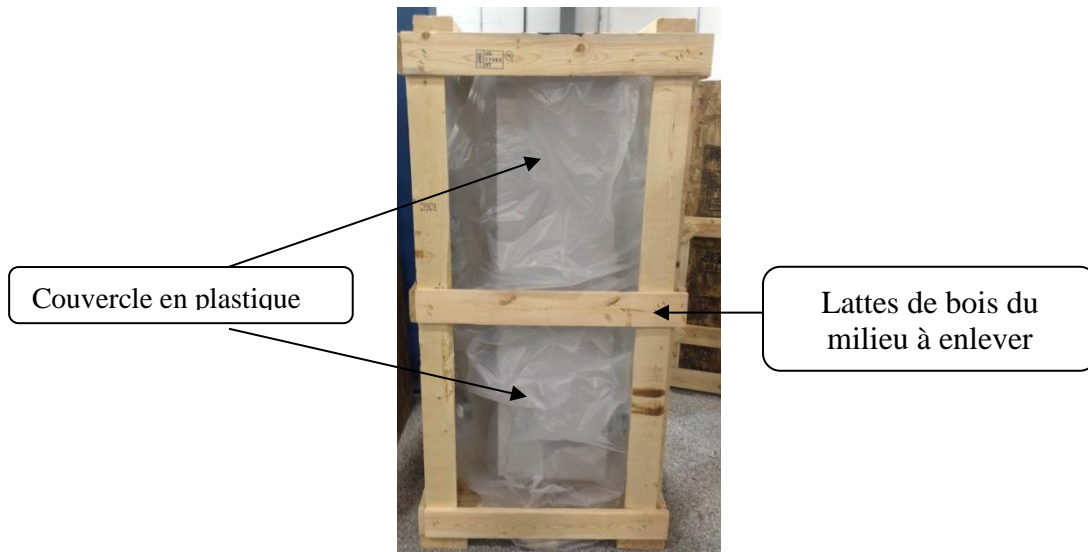

Figure 1. Le chauffe-eau est présenté en caisse
1. Il n'est pas nécessaire d'enlever complètement le chauffe-eau de la caisse d'expédition pour les conversions. Localiser l'avant du chauffe-eau avec l'armoire de commande à travers le plastique. À l'aide d'un marteau ou d'une barre de levier, retirer la latte de bois au milieu de la caisse avant et la mettre de côté (voir la figure 1). Pousser le capot en plastique sur le dessus du chauffe-eau.